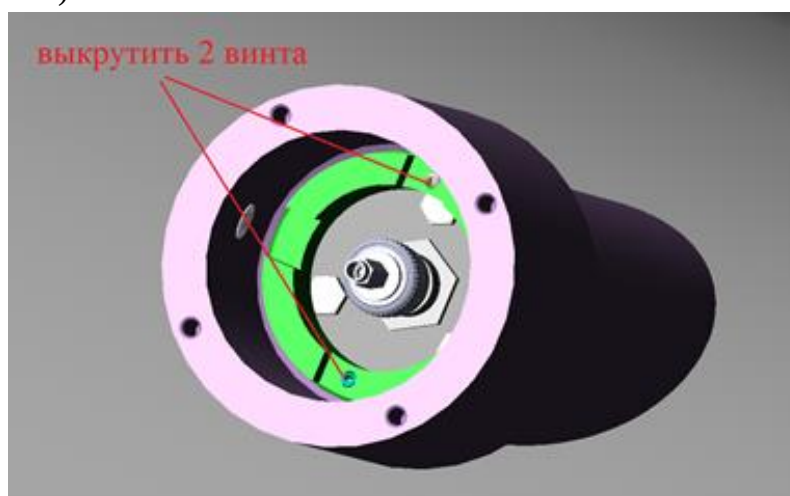

Рисунок 48 – винты установочные
4.2.2.5 Выкрутить 2 винта установочных, фиксирующих гайку для исключения откручивания (рисунок 48).